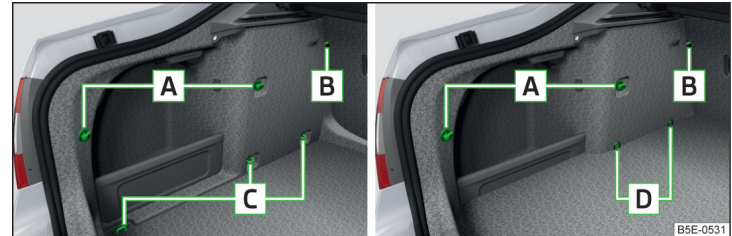
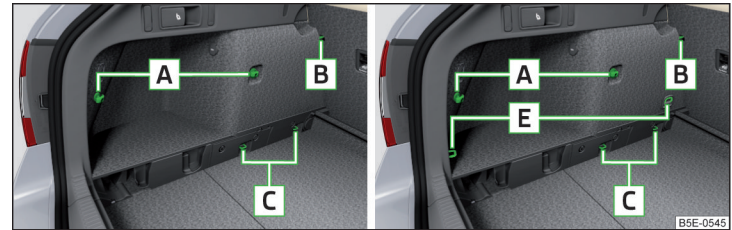
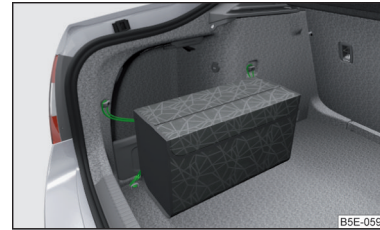

Abb. 100 Befestigungselemente: Variante 1 / Variante 2 (G-TEC)
Abb. 101 Befestigungselemente: Variante 3 / Variante 4
Abb. 104
**Übersicht der Befestigungselemente** » Abb. 100 und » Abb. 101
Wenn das Fahrzeug mit dem variablen Ladeboden ausgestattet ist und dieser sich in der oberen Position befindet, dann können für die Befestigung der Netze die Verzurrösen **E** » Abb. 101 auf Seite 95 verwendet werden.
Bei Fahrzeugen mit Verzurrösen **D** » Abb. 100 auf Seite 95 kann nur die Quertasche hinter den Sitzen und das Bodennetz befestigt werden (das Netz kann im hinteren Bereich an den hinteren Befestigungselementen **A** » Abb. 100 auf Seite 95 befestigt werden).
Die Tasche » Abb. 104 kann an den Befestigungselementen **A** sowie an der hinteren und mittleren Verzurröse **C** » Abb. 100 auf Seite 95 befestigt werden.